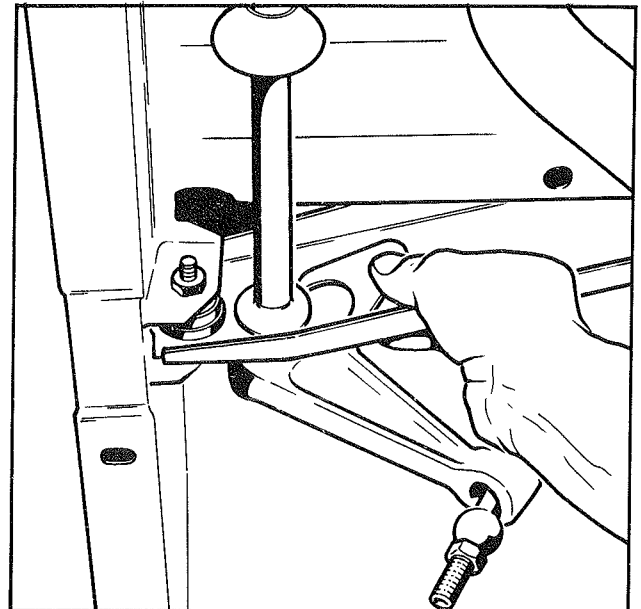

Fig. 3
- Déposer la fourche de maintien du moyeu d'ancrage (Fig. 3).